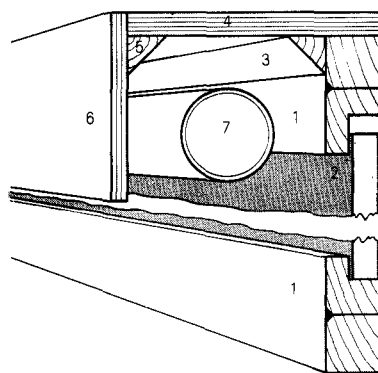

Fig. 3. Assemblage des rails et coffrage.
Les tableaux noirs coulissants (2 — fig. 3) sont faits de panneaux de contreplaqué de  $\frac{3}{8}$ " d'épaisseur mesurant 30" x 36".
Couvrez le bon côté avec de la peinture à tableau. Les rails (1) sont en pin de  $1\frac{1}{4}$ " x 2" et de la longueur désirée. Exécutez une feuillure de  $\frac{1}{2}$ " de largeur par  $\frac{5}{8}$ " dans le rail supérieur (fig. 3). Fixez les rails au mur avec des vis No 10 à tête plate de  $2\frac{1}{2}$ ". Le rail du bas sera à 12" du plancher. Allouez un espacement de  $35\frac{3}{8}$ " entre les rails pour permettre le glissement facile des panneaux.
Le coffrage (fig. 3) est fabriqué en contreplaqué de  $\frac{3}{8}$ ". Coupez des lisières de 3" pour le devant (6). Collez la lisière triangulaire (3) au rail supérieur; collez et clouez le dessus (4).